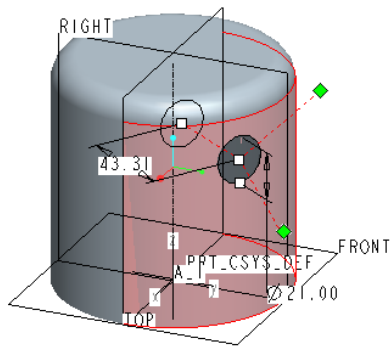

図 13-61 円筒面上の穴指定
- 円筒に穴を作成する。「穴ツール」を選択して、図 13-61 のように円筒の表面を選択する。